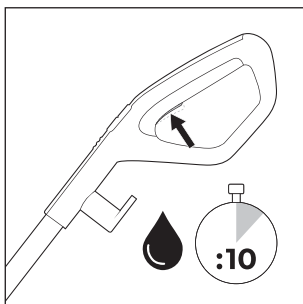

Afb. 12
- ♦ Wikkel het snoer **17** helemaal van de bovenste en onderste kabelhouder **16/20** af. U kunt het snoer **17** snel van de kabelhouders **16/20** afwikkelen als u de bovenste kabelhouder **16** iets naar buiten trekt en omlaag draait (zie afb. 12).